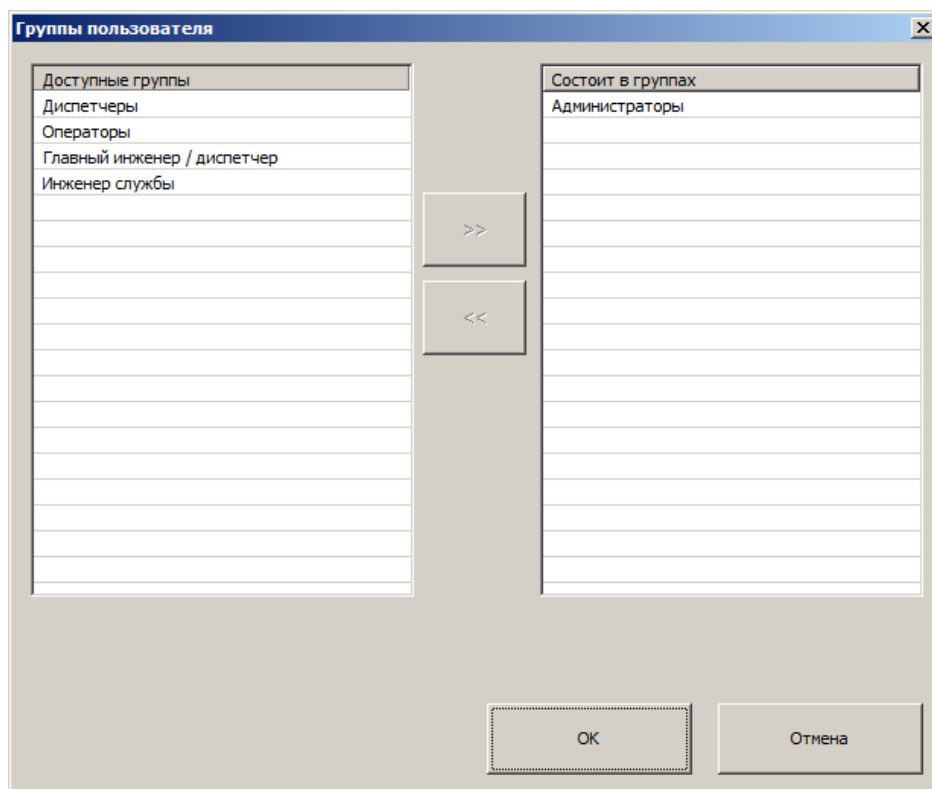

Рисунок 10-6 – Задание групп пользователя
- \* Нажать кнопку «**Задать группы**», вызвать диалог «» и ассоциировать пользователя с группой или группами (Рисунок 10-6). По окончании, для сохранения результатов, нажать «**ОК**».